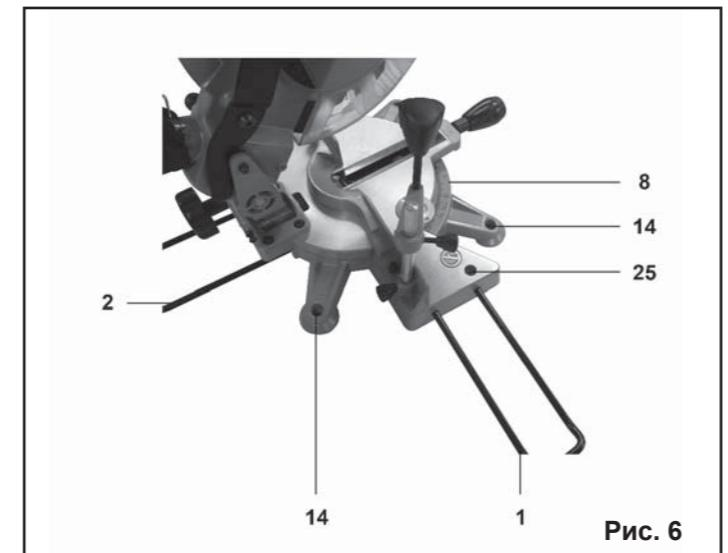

Рис. 6
- 9.2.1. Установите в отверстия основания пилы две выдвижные опоры (1), зафиксируйте их положение винтами фиксации (25), Рис.6.